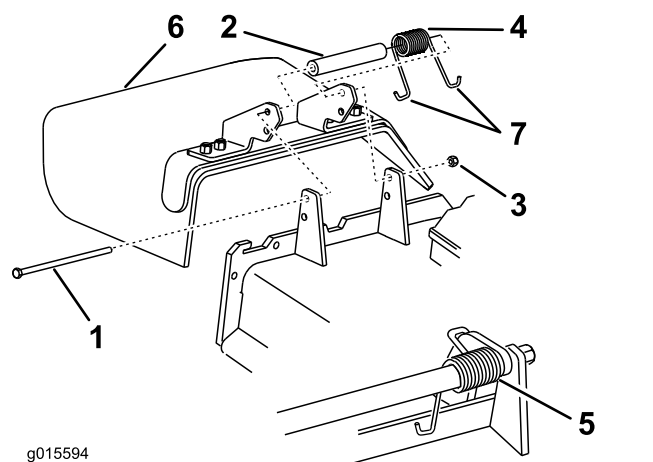

Figura 121
1. Retire a porca de bloqueio, o parafuso, a mola e o espaçador que fixam o defletor aos apoios de articulação (Figura 121).
2. Se o defletor de relva estiver danificado ou gasto, retire-o (Figura 121).
Nota: Certifique-se de que está montada uma extremidade em gancho J por trás da extremidade da plataforma antes de colocar o parafuso como se mostra na Figura 121.
6. Coloque uma extremidade em gancho J da mola em torno do defletor de relva (Figura 121).